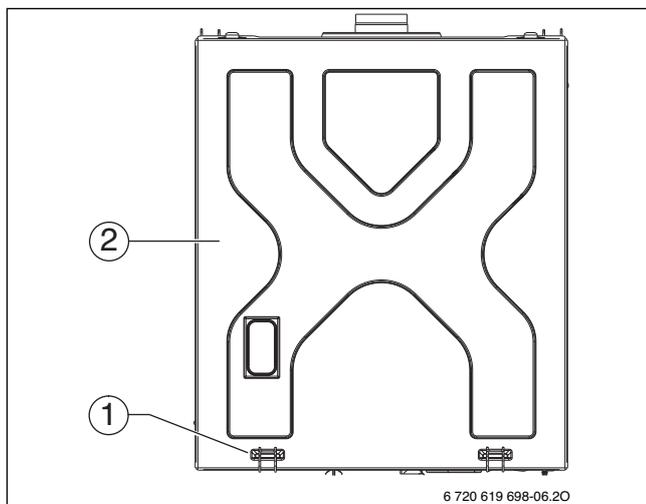

Fig. 48 Abrir cámara de aire.
- ▶ Retirar las dos pinzas [1] y levantar la tapa de la caja de aire [2] hacia arriba (→ fig. 48).